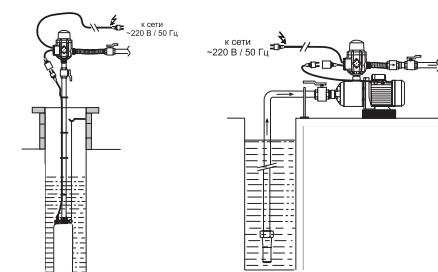

Рис. 4
- 6.3. BKN должен быть установлен только на участке водопроводной системы между напорной магистралью насоса и первым ответвлением от этой магистрали, то есть до первой точки водоразбора, в случае использования гидроаккумулятора в системе водоснабжения, он должен располагаться на участке водопровода после места установки. BKN может быть смонтирован непосредственно на напорном патрубке поверхностного насоса. На рис. 4 показаны типичные варианты установки BKN с погружным и поверхностным насосами. Высота столба воды над уровнем места установки BKN до верхней точки водоразбора не должна превышать 15 метров. Рисунок прилагается.